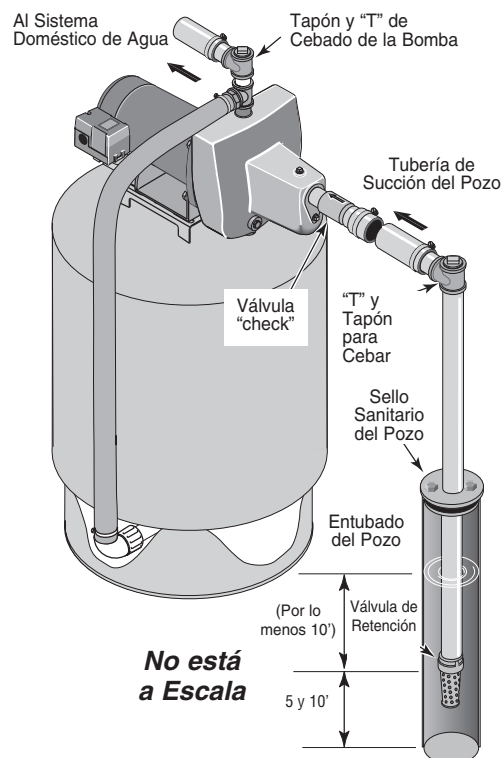

Figura 2: Instalación para pozo recubierto
INSTALACION DE POZO RECUBIERTO CON UN RECUBRIMIENTO DE 2" O MAS (Figura 2)
2. Instale la válvula de retención, el filtro y la tubería del pozo (vea la Figura 2). Asegúrese de que la válvula de retención funcione libremente.
4. Instale una "T" para cebar, tapón para cebar y la tubería de succión a la bomba (vea la Figura 2). Conecte la tubería del
pozo al orificio de succión de la bomba; utilice el menor número de conexiones posible – especialmente codos – ya que las conexiones incrementan la fricción de la tubería, pero incluya una válvula de aspiración – vea la Figura 2. La tubería de succión debe ser por lo menos del mismo tamaño que el orificio de succión de la bomba. Utilice cinta sellante de PTFE para roscas de tubería para juntas de tubería. Soporte la tubería para que no haya inclinaciones verticales o hundimientos en ella a fin de que no ejerza tensión sobre el cuerpo de la bomba y con el propósito de que no se incline ligeramente hacia arriba desde el pozo hacia la bomba (los puntos altos pueden ocasionar que se formen bolsas de aire que pueden bloquear la bomba). Selle las juntas de la tubería de succión con cinta sellante de PTFE para roscas de tubería para juntas de tuberías. Las juntas deben ser a prueba de agua o estar herméticamente cerradas. *Si la tubería de succión pudiera succionar aire, la bomba no podrá sacar agua del pozo.*